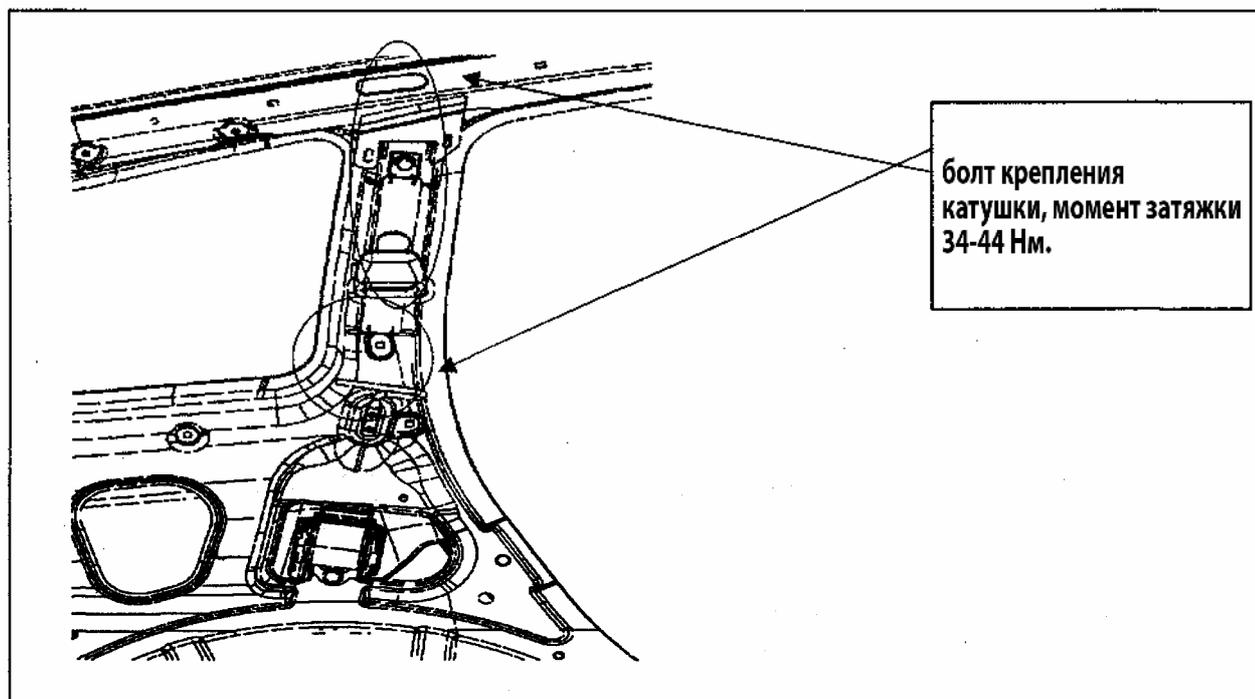

Рис. 829
**Примечание:** затяните болты крепления требуемым моментом (Рис. 829).